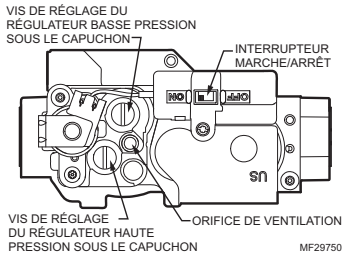

Fig. 1. Régulateur d'installation du nécessaire de conversion.
2. Retirer les vis d'assemblage du régulateur et les vis de réglage du régulateur de pression des tours de régulation haute et basse. Voir la Fig. 1.